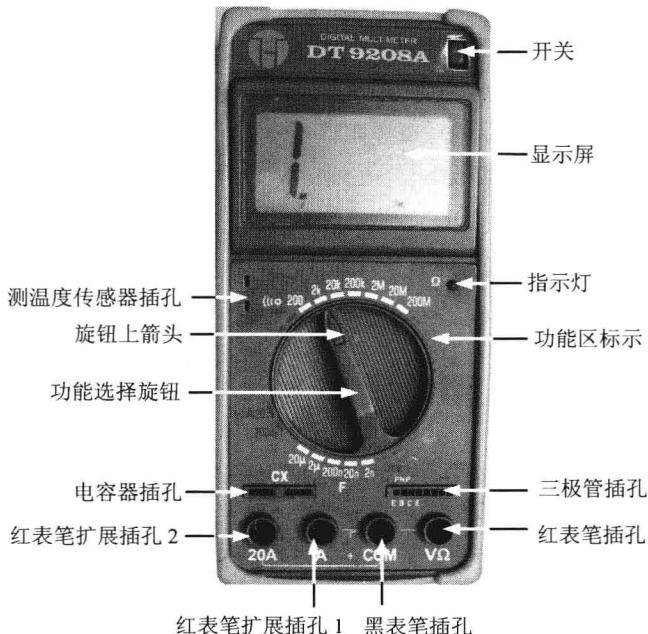

图 1-4 数字万用表
如图 1-4 所示,为一常用数字万用表。数字万用表具有显示清晰,读取方便,灵敏度高、准确度高,过载能力强,便于携带,使用方便等优点。
由图 1-4 所示,数字万用表主要挡位仍与指针万用表挡位相近。调节万用表功能旋钮,可以使万用表的挡位在电阻 ( $\Omega$ )、交流电压 (V)、直流电压 (V)、直流电流挡和三极管挡之间进行转换。红黑表笔插孔分别用来插红黑表笔。欧姆挡调节旋钮用来给欧姆挡置零。三极管插孔用来检测三极管的极性和放大系数。不同的是多了一个用来测量温度的温度传感器插孔。